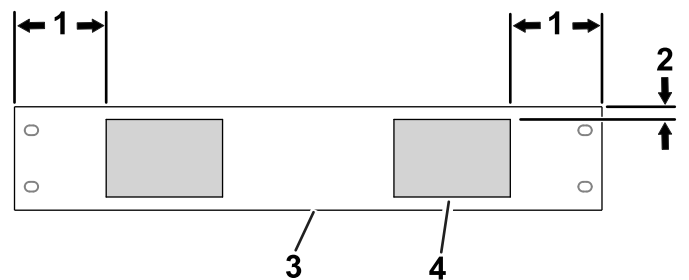

Bild 11
7. Bringen Sie den Schaumstoffpolster an der Akkuabdeckung an, wie in **Bild 11** dargestellt.